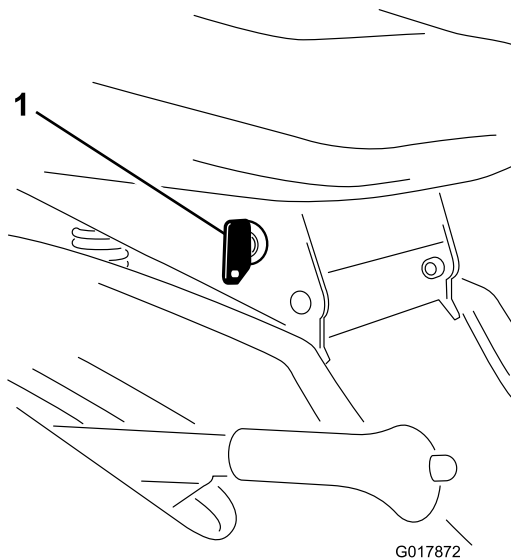

Figura 11
Si necesita utilizar las cuchillas (TDF) en marcha atrás, desactive el sistema de seguridad usando el interruptor KeyChoice que está situado cerca del soporte del asiento (Figura 11).
2. Inserte la llave KeyChoice en el interruptor (Figura 11).